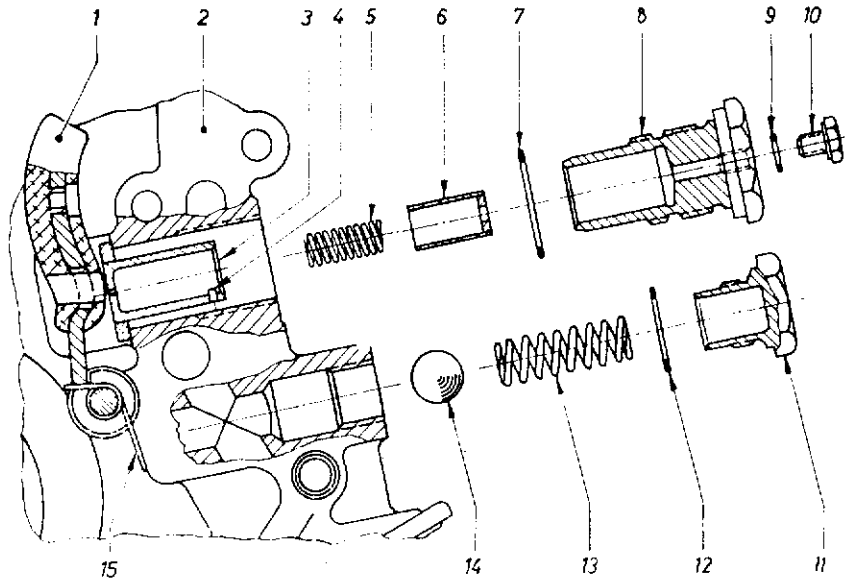

Fig. 14. — Pièces de tendeur de chaîne hydraulique
Tendeur de chaîne (fig. 14)
Placer cet ensemble dans le carter; visser à la main le corps du tendeur et avec un fil de fer de \varnothing 3 mm en empêchant le coincement du piston maintenir l'ergot (4) en position « bas » comme indiqué sur la figure 14. Finir le serrage à la clé.